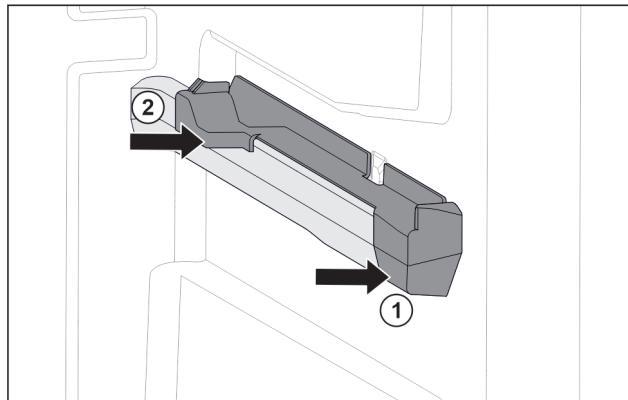

Fig. 79 Natični dio na desnom žlijebu spremnika
- ▶ Fig. 79 (1)
- ▶ Pritisnite natični dio straga. Fig. 79 (2)